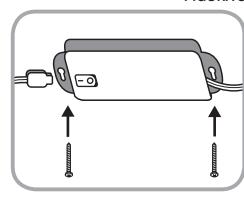

FIGURA 8
- Monte el controlador LED sobre los tornillos y deslícelo hasta que quede fijo en el lugar (ver Figura 8). De ser necesario, ajuste los tornillos para mayor firmeza.